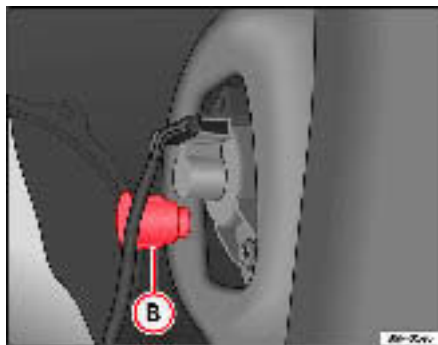

Fig. 191 Feu de position/feu de stop
- Dévissez la pièce en plastique ⇒ fig. 191 **B** qui fixe le feu. Pour commencer à la dévisser, il peut être nécessaire d'insérer un tournevis dans cette pièce.